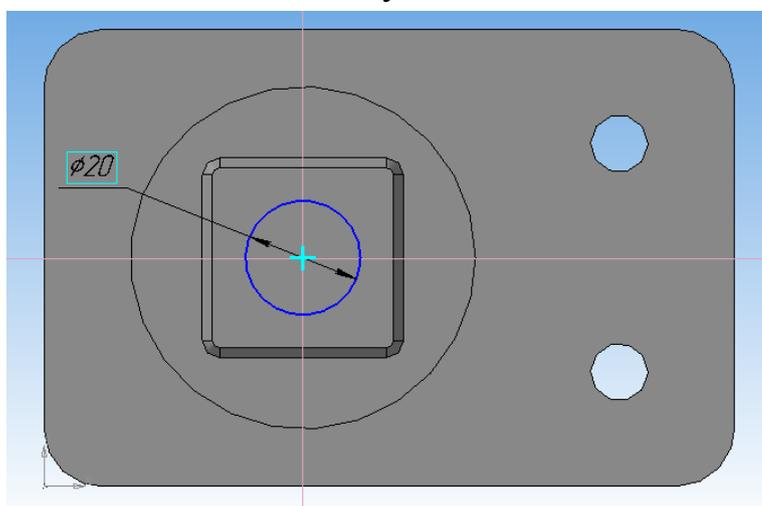

Рисунок 37.
15. Определите центр усеченной пирамиды и выполните окружность  $\phi 20$  (рисунок 37). Выйдите из режима «Эскиз».